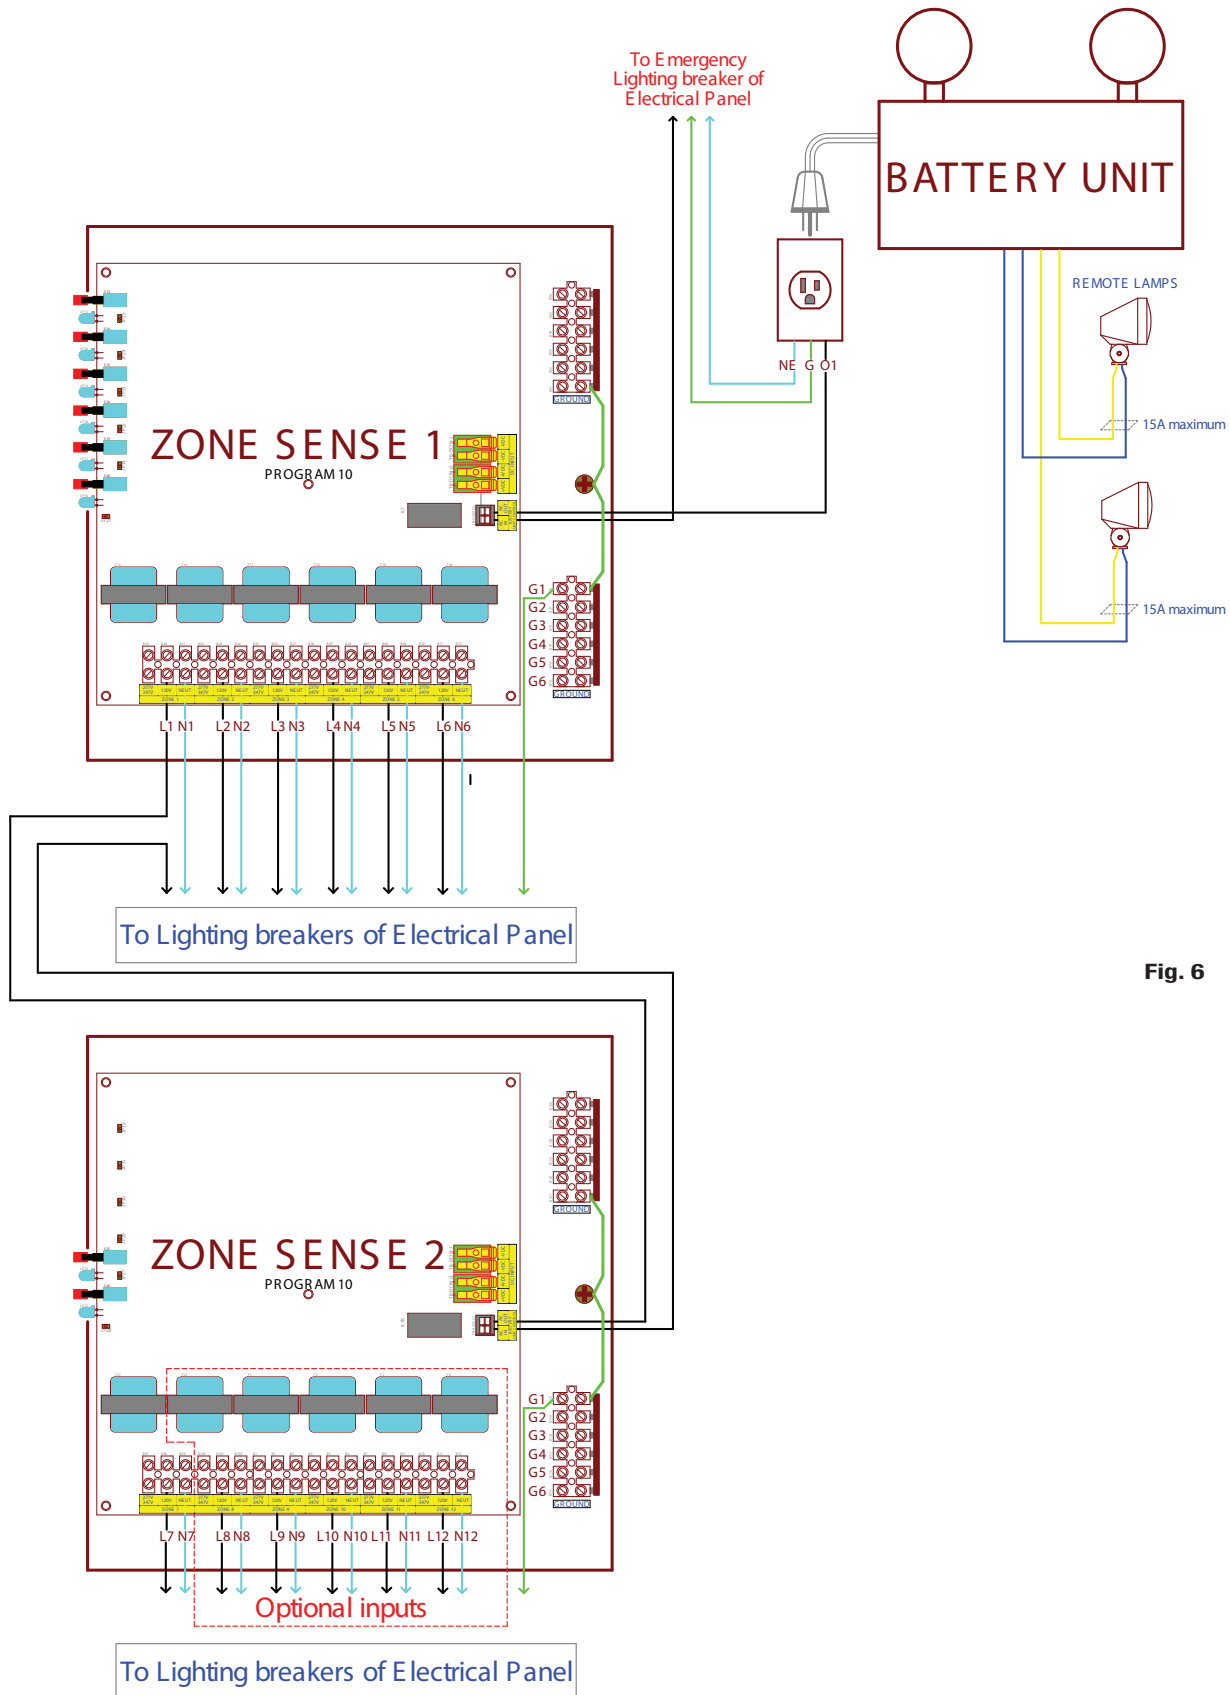

Fig. 6
- For interconnection between two DC Zone Senses to get more than 6 inputs and 1 output refer to the Fig. 6.
- Pour l'interconnexion entre deux unités de détecteurs de zone c.c. afin d'obtenir plus de 6 entrées et 1 sortie, voir à la Fig. 6.